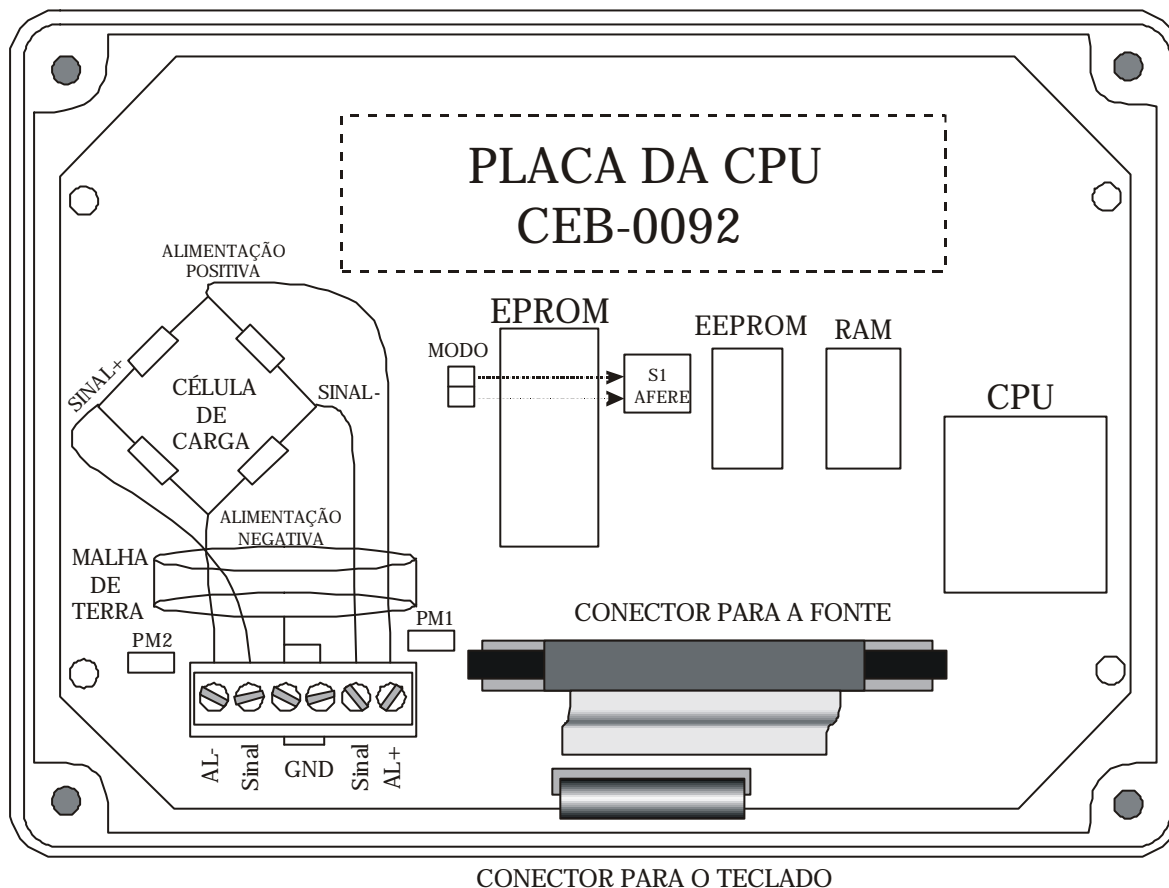

FIGURA 5
- 2- Coloque o strap na posição **AFERE** . Veja a figura 5.